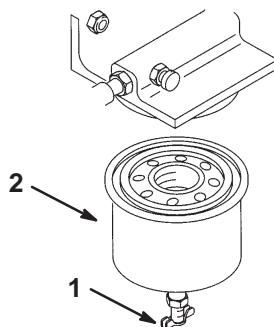

Figure 30
4. Ouvrez le robinet de vidange (Fig. 30) pour que le carburant qui se trouve dans le filtre à carburant s'écoule dans un bac approprié. Eliminez le carburant conformément à la réglementation locale en matière d'environnement.
5. Déposez le filtre à carburant à l'aide d'une clé spéciale (Fig. 30).